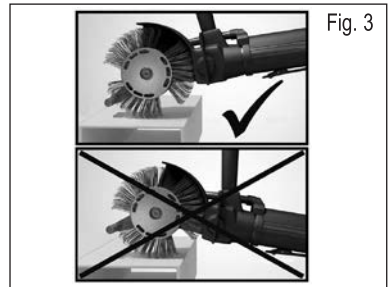

Fig. 3
5. Pour obtenir de meilleures performances, il convient de veiller à ce que la tige d'accélération soit dirigée le plus près possible de la surface à usiner. Quand la tige d'accélération est trop éloignée de la surface, les performances baissent sensiblement. **Cf. fig. 3.** On trouvera une description plus détaillée du Bristle Blaster® sur le **DVD fourni ou à l'adresse www.monti.de**